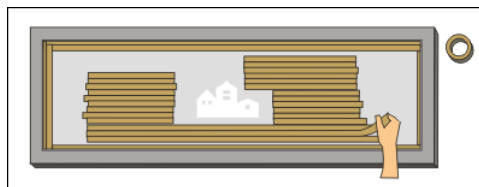

Imagen 405\_02
**A-** Se aplica cinta adhesiva de embalaje por los dos lados de la imagen a bloquear. La cinta debe quedar perfectamente plana, sin arrugas (Imagen 405\_02).